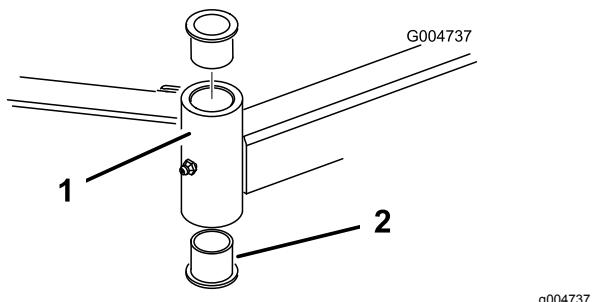

Figura 112
- Inserite un punteruolo nella parte superiore o inferiore del tubo di fissaggio, e spingete la boccola fuori del tubo (Figura 112).